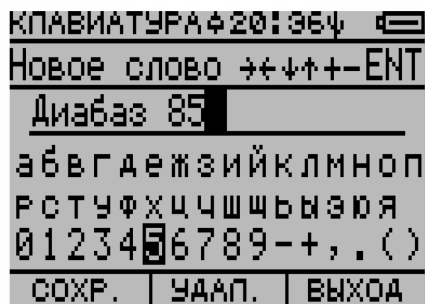
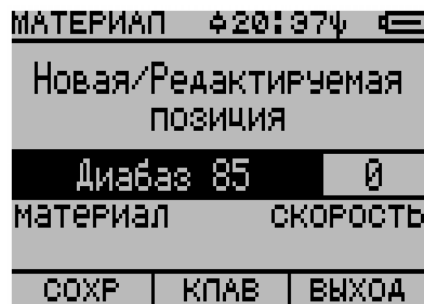
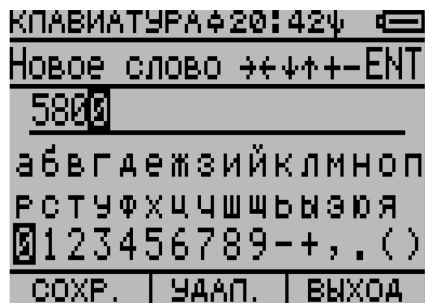
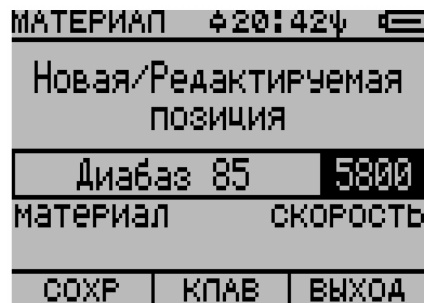

Рисунок 2.25
Рисунок 2.26
Рисунок 2.27
Рисунок 2.28
4) Нажать клавишу **F2** – КЛАВ. для инициализации функции «виртуальная клавиатура». Вид экрана приведен на рисунке 2.24. Соблюдая правила пользования данной функцией, изложенные в 2.11, набрать название материала (рисунок 2.25). Нажать клавишу **F1** – СОХР. для сохранения названия материала в строке новая/редактируемая позиция и возврата к экрану редактора (рисунок 2.26).
- 6) Повторить шаг 4 данного подпункта для набора (рисунок 2.27) и сохранения числового значения скорости УЗК (рисунок 2.28).
6) Нажать клавишу **F2** – КЛАВ. для инициализации функции «виртуальная клавиатура». Вид экрана приведен на рисунке 2.25. Соблюдая правила пользования данной функцией, изложенные в 2.11, отредактировать значение скорости (рисунок 2.27) или название материала (рисунок 2.25). Нажать клавишу **F1** – СОХР. для сохранения изменения в строке новая/редактируемая позиция и возврата в редактор.